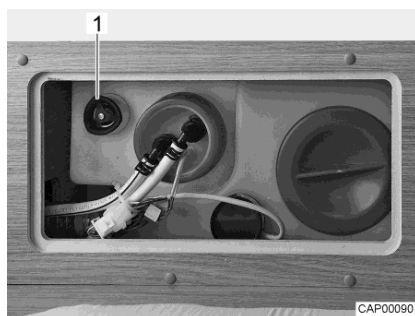

Bild 118 Vattentank med ratt
- Vrid ratten (Bild 118,1) på vattentanken medurs till stoppläget.
- Vrid ratten (Bild 118,1) på vattentanken moturs till motståndet. Vattnet rinner ut tills ca 20 liter är kvar.